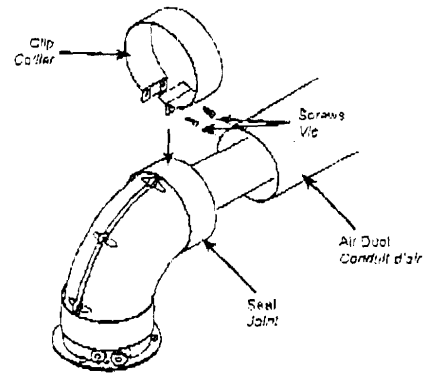

Fig. 8
11. Draw the air duct out of the wall and align it with the elbow. Position the seal so that it equally covers the joint (Fig. 8).
12. Remove the screws from the second clip provided. Prise the clip apart and fit it over the seal. Refit the screws to the clip and tighten them (Fig. 8).
11. Sortir le conduit d'air du mur et l'aligner avec le coude. Poser le joint de façon à recouvrir uniformément le raccord (Fig. 8).
12. Enlever les vis du deuxième collier fourni. Écarter le collier et le poser au-dessus du raccord. Remettre les vis sur le collier et les serrer (Fig. 8).